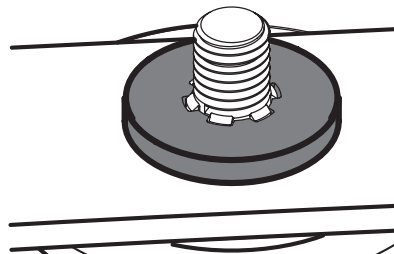

Figure 45
- Placez soigneusement la rondelle plate sur l'arbre à broche. Veillez à ce que les cannelures à la base du filetage de l'arbre à broche soient alignées avec les cannelures de la rondelle (Figure 45).